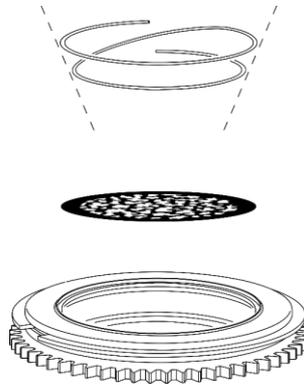

Abb. 15
- 11) Setzen Sie die Haltefeder vorsichtig mit dem schmalen Ende gegen den Gobo wieder ein (siehe Abb. 15). Sie erkennen das schmale Ende, wenn Sie die Feder zusammendrücken. Das schmalere Ende sitzt dann innen.